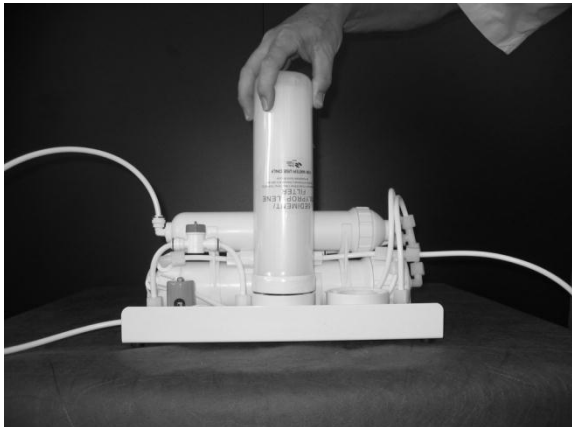

Abb. 3
4. Die neuen Filter durch Festschrauben installieren und dabei aufpassen, dass ihre Position nicht vertauscht wird (der Carbon-Block Filter wird seitlich installiert, Abb. 3 & 4). Die Filter gut aber nicht zu kräftig festschrauben.